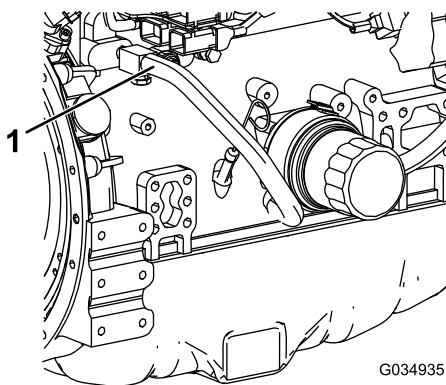

Figura 113
7. Togliete il flessibile del refrigerante dal radiatore dell'olio del motore (Figura 113).